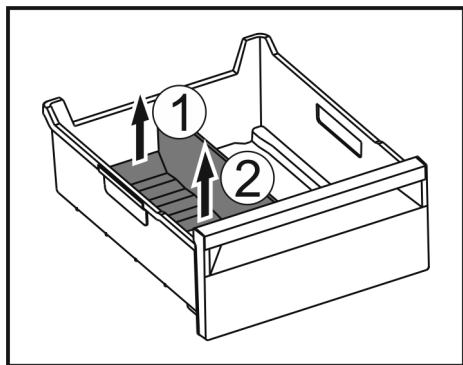

Fig. 155
- Soulever la partie arrière du séparateur de congélateur. Fig. 155 (1)
- Retirer le séparateur de congélateur par le haut. Fig. 155 (2)